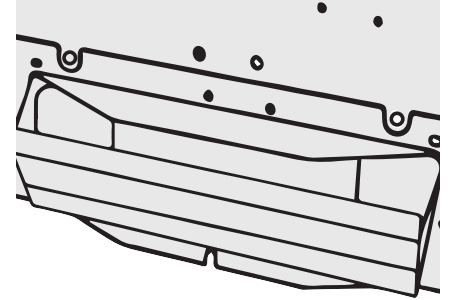

Figure 11
- Installez le régulateur de tirage à l'arrière de l'emplacement de la ventilation (voir figure 11).